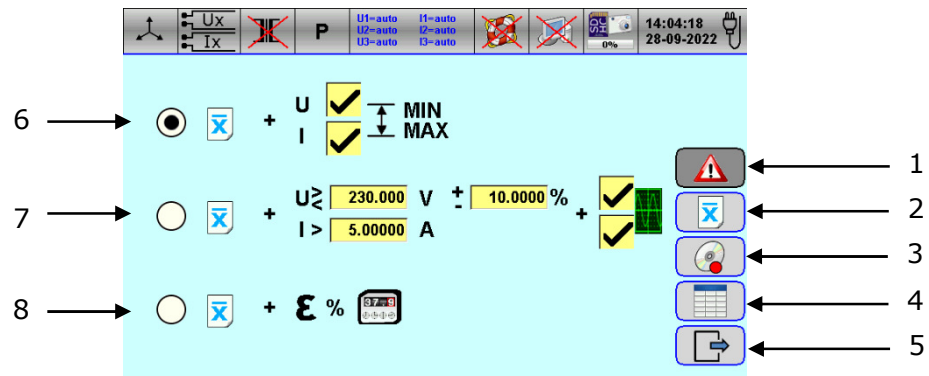
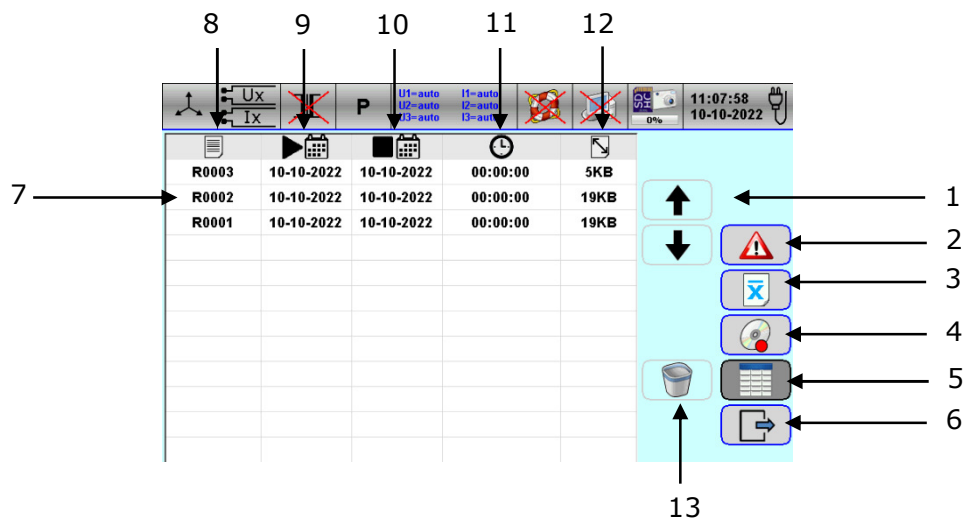

Abb.7.20. Einstellungsfenster für den Aufnahmemodus
Abb.7.22. Tabellenfenster mit gespeicherten Messdateien
- Das Symbol  (☞ Abb.7.19 Pos.2) wird genutzt, um das Einstellmenü für den Aufzeichnungsmodus aufzurufen (☞ Abb.7.20).
- Das Symbol  (☞ Abb.7.19 Pos.5) wird genutzt, um die Messwerte in gespeicherten Dateien anzuzeigen (☞ Abb.7.22).
- Drücken Sie das Symbol,  (☞ Abb.7.19 pos.1) um das Einstellungsfenster für den Aufnahmemodus aufzurufen (☞ Abb.7.20).
- Wählen Sie den entsprechenden Aufnahmemodus mithilfe des Kontrollkästchens neben den Symbolen  (☞ Abb.7.20 pos.6, 7 und 8). Folgende Aufnahmemodi können ausgewählt werden.
- Drücken Sie das Symbol  (☞ Abb.7.20 pos.5) zum verlassen.
- Über das Symbol  (☞ Abb.7.20 pos.2) wird das Einstellfenster für Netzqualitätsparameter aufgerufen (☞ Abb.7.19).
- Über das Symbol  (☞ Abb.7.20 pos.3) wird das Einstellungsfenster für den Aufnahmestart aufgerufen (☞ Abb.7.21).
- Über das Symbol  (☞ Abb.7.20 pos.4) wird das Fenster mit der Tabelle mit den gespeicherten Messergebnissen aufgerufen (☞ Abb.7.22).
- Über das Symbol  (☞ Abb.7.21 Pos.3) wird das Einstellungsfenster für den Aufnahmemodus aufgerufen (☞ Abb.7.20).
- Über das Symbol  (☞ Abb.7.20 Pos.6) wird das Fenster mit der Tabelle mit den gespeicherten Messergebnissen aufgerufen. (☞ Abb.7.22).
- Drücken Sie das Symbol  (☞ Abb.7.19 pos.5), um die Dateitabelle mit den gespeicherten Messergebnissen aufzurufen (☞ Abb.7.22).
- Wählen Sie mit den Pfeilen   die gewünschte Datei aus (☞ Abb.7.22 pos.7).
Verwenden Sie das Symbol  zum entfernen (☞ Abb.7.22 pos.13). Nachfolgend finden Sie eine Beschreibung der in der Tabellenansicht verfügbaren Spalten.
-  Dateiname (☞ Abb.7.22 pos.8).
-  Startdatum der Dateiregistrierung (☞ Abb.7.22 pos.9).
-  Abschlussdatum der Dateiregistrierung (☞ Abb.7.22 pos.10).
-  Dateilänge (☞ Abb.7.22 pos.11).
-  Dateigröße (☞ Abb.7.22 pos.12).
- Über das Symbol  (☞ Abb.7.22 Pos.3) wird das Einstellfenster für Netzqualitätsparameter aufgerufen (☞ Abb.7.19).
- Über das Symbol  (☞ Abb.7.22 Pos.2) wird das Einstellungsfenster für den Aufnahmemodus aufgerufen (☞ Abb.7.20).
- Über das Symbol  (☞ Abb.7.22 Pos.4) wird das Einstellungsfenster für den Aufnahmezeitpunkt aufgerufen (☞ Abb.7.21).